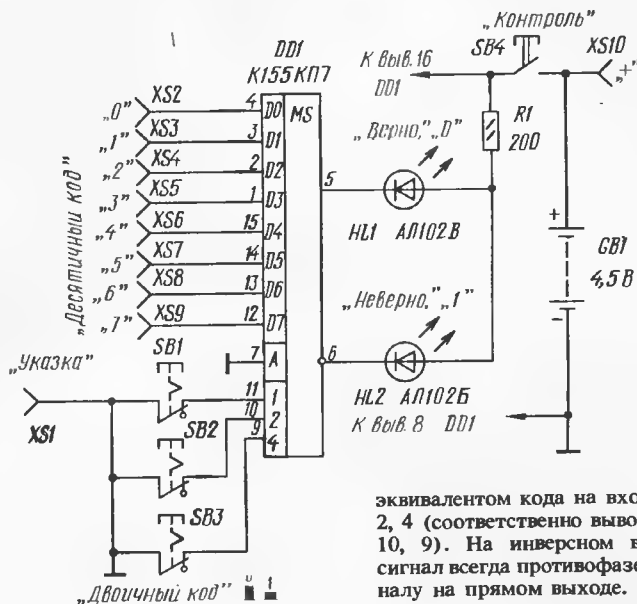

Рис. 4
Сравнительно простой преобразователь цифр двоичной системы счисления в десятичную и десятичной в двоичную можно собрать всего на одной универсальной микросхеме — мультиплексоре K155КП7 (рис. 4). У него восемь информационных входов (D0—D7), три адресных (1, 2, 4), вход стробирования (A) и два выхода — прямой (вывод 5) и инверсный (вывод 6). Поскольку вход стробирования (вывод 7) соединен с общим проводом, т. е. на нем уровень логического 0, сигнал на прямом выходе повторяет